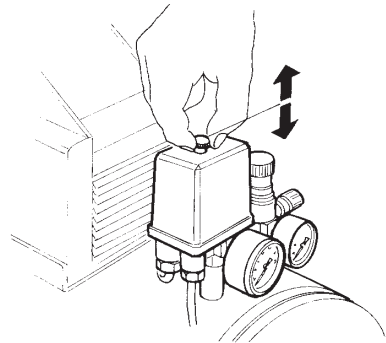

fig. 5
- controllare che il pulsante posto sul pressostato (fig. 5) sia in posizione di riposo "OFF-0";
Dopo aver effettuato i controlli sopra descritti inserire la spina nella presa di corrente ed avviare il compressore agendo sul pulsante del pressostato posizionandolo su "ON-1" (fig. 5).
Il funzionamento del compressore viene regolato dall'azione diretta del pressostato (fig. 5) che sconnette l'alimentazione di rete dal motore quando la pressione all'interno del serbatoio raggiunge il valore impostato sul pressostato stesso (8 bar) e che la riconnette quando la pressione raggiunge un valore di circa 2 bar inferiore alla massima pressione consentita.